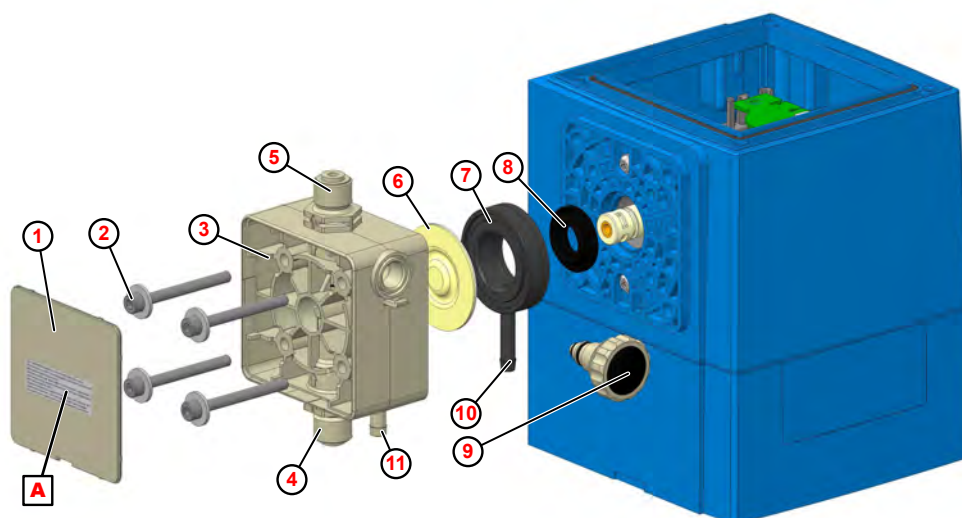

Bild 104: Utbyte av pumphuvudet, membran och skyddsmembran
1. Skruva av sug- och tryckventil (Bild 104 , ④ och ⑤).
2. Skruva ut avluftningsskraven ⑨ (endast vid pumphuvudsbyte).
3. Ta bort täckplattan ① på doseringshuvudet.
4. Lös och ta ut pumphuvudskruvarna ② .
5. Ta av pumphuvudet ③ .
6. Skruva loss membranet ⑥ .
7. Ta ut mellanplattan ⑦ .
8. Ta loss skyddsmembranen ⑧ från kolven.
10. Lägg i mellanplattan så att membranbrottsutloppet ⑩ pekar nedåt.